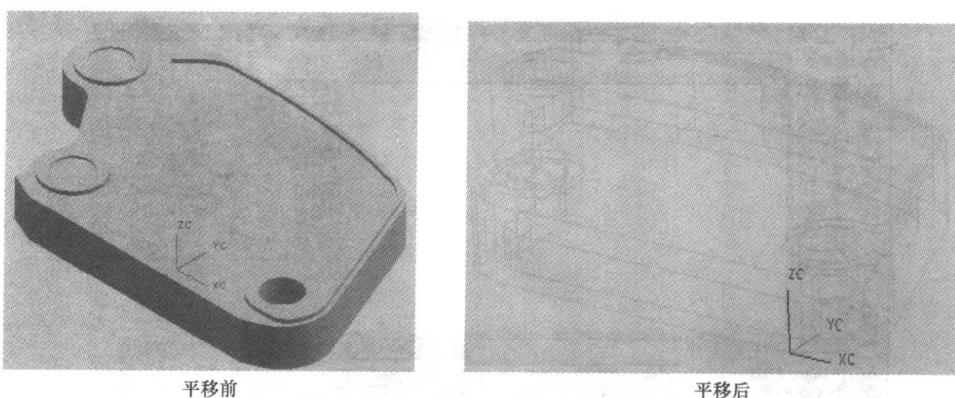

图 1-5 平移坐标系
4) 在主菜单中选择【WCS | Origin】命令，打开【点构造器】对话框，选择【端点】图标，选择下图所示直线，移动坐标系，然后选择【Mold CSys】(模具坐标系)图标，确认当前坐标系为工作坐标系，如图 1-5 所示。